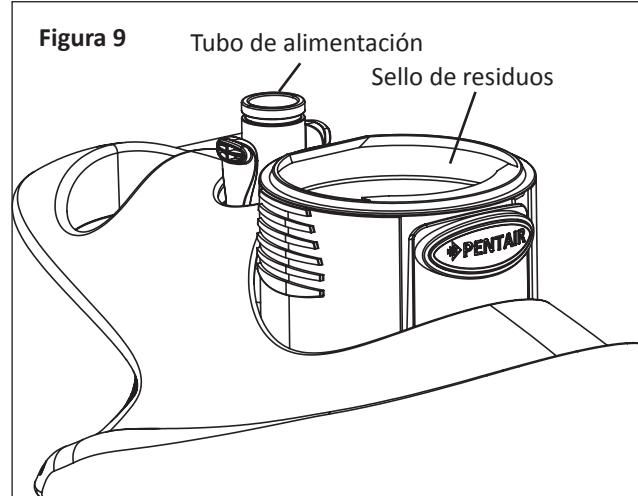

Figura 9
- Asegúrese de que los desechos sello se adjunta. **Véase la figura 9.**
5. Asegúrese de que el sello de desperdicios está en el tubo al vacío. **Véase figura 9 en página 5.**